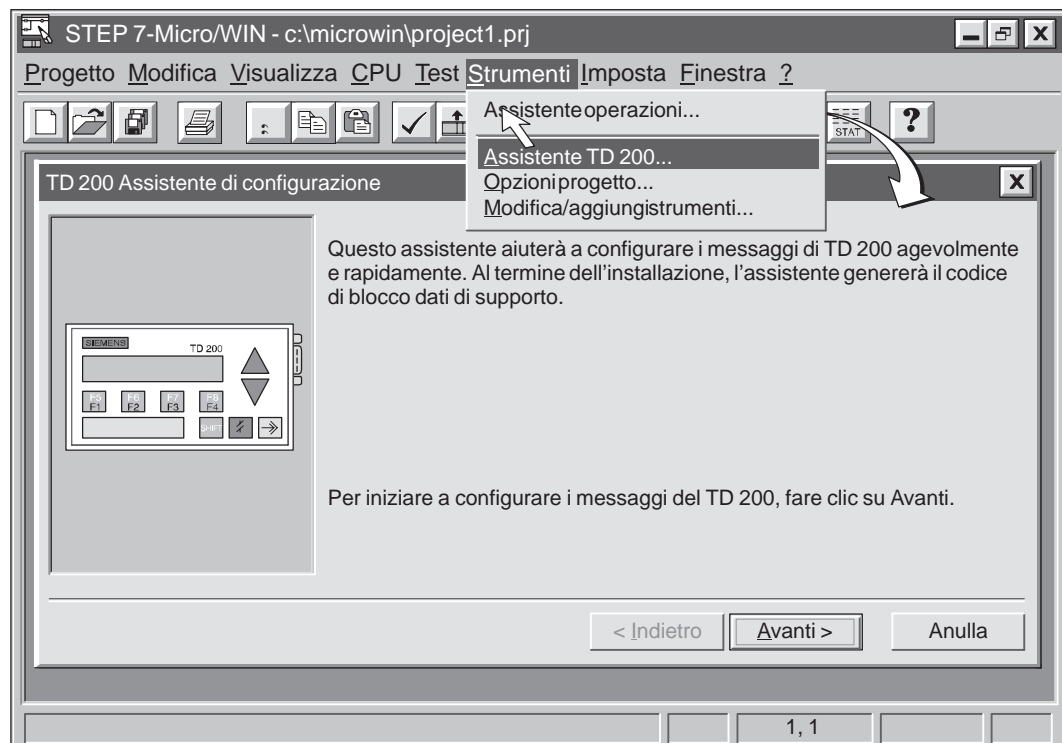

Figura 4-1 Accesso al TD 200 Assistente di configurazione
**Strumenti > Assistente TD 200...** come indicato nella figura 4-1.
**Strumenti > Assistente TD 200...**, come indicato nella figura 4-1 e selezionare le seguenti opzioni con l'Assistente di configurazione TD 200: